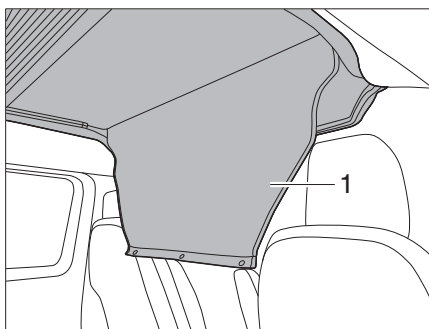

Figure 16 Enrouler la protection de la trappe d'accès
- Ouvrir et enrouler le recouvrement d'accès (Figure 16,1).